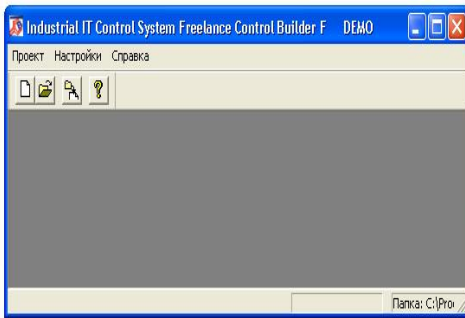
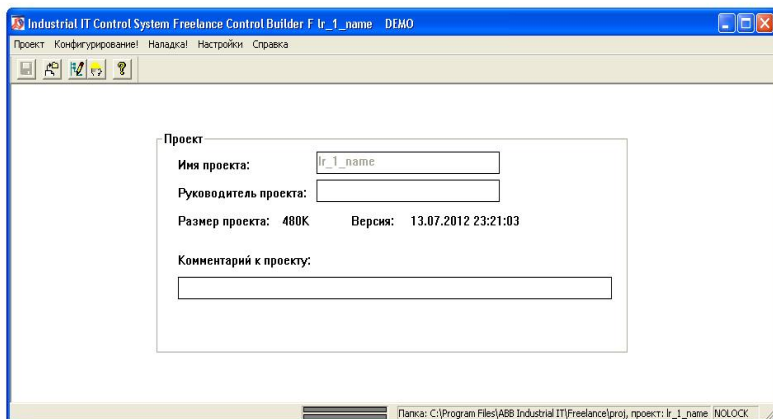
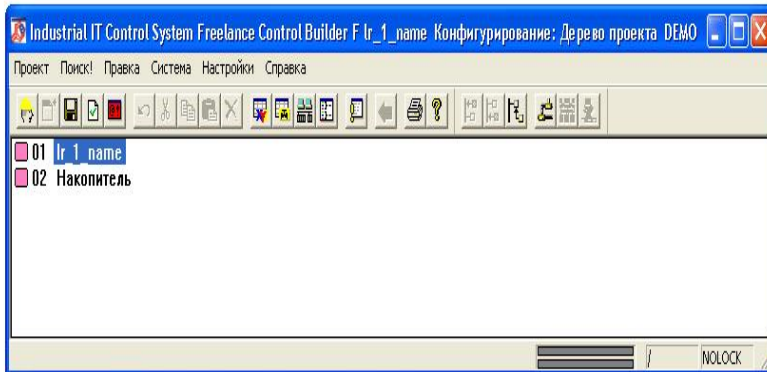

Рис. 1.10 – Стартове вікно програми.
Рис. 1.11 – Бланк нового проекту.
Рис. 1.12 – Вікно конфігурування дерева проекту.
Розроблення ППЗ для системи управління на основі ПТК *FREELANCE 800F* починається з запуску програми з ім'ям *Control Builder F* (далі *CBF*). Для цього використовуйте або ярлик на робочому столі ПК, або натисніть ЛКМ на системну кнопку *Пуск* і послідовно позначте курсором рядки меню *Все програми* → *ABB Industrial IT* → *Freelance V9.2* → *Control Builder F*. Взагалі, виконавчим файлом програмного середовища є файл з ім'ям *CBF.EXE*, який знаходиться в папці зі шляхом доступу до нього «*C:\Program Files\ABB Industrial IT\Freelance\exe\\*.\**», для випадку стандартної інсталяції програми. Якщо використовується демо-версія програми, то в процесі її запуску з'явиться вікно, яке попереджає про це. В цьому вікні кількість днів її активності з можливих 100 діб. Далі відкриється стартове вікно програми, екранна форма якого показана на рис. 1.10. Це вікно складається з декількох зон: інформаційної верхньо-
*файла*: введіть ім'я нового проекту (наприклад, *project\_1*) і натисніть ЛКМ на кнопку *Сохранить*. Далі відкриється вікно конфігурації з екранної формою для заповнення загальних відомостей про файл проекту *Конфигурирование: Заголовок проекта: Тема проекта*. Ви можете заповнити порожні поля форми пізніше, тому ЛКМ натисніть на кнопку *OK*. В результаті відкриється бланк проекту, який показаний на рис. 1.11. На цьому бланку відображена основна інформація о проекті.
Після відкриття проекту або вилучення його з архіву відкриється вікно з бланком обраного проекту (див. рис. 1.11), подібно до випадку створення нового проекту.
З рис. 1.11 видно, що рядок меню і панель інструментів після відкриття проекту відрізняються від попередніх вікна (див. рис. 1.10). Рядок меню доповнився командами *Конфигурирование!* та *Наладка!* для вибору режимів роботи програми, а також відповідні їм кнопки на панелі інструментів. Крім того, розшириться перелік команд в меню *Проект* и
Проектування системи управління для випадку створення нового проекту почніть з конфігурації «дерева» проекту. Для цього в рядку меню ЛКМ виберіть команду *Конфигурирование!* або клікніть ЛКМ по відповідній кнопці на панелі інструментів. У результаті активується режим конфігурування дерева проекту, екранна форма якого показана на рис. 1.12.
Робоча область вікна конфігурування для новоствореного проекту складається з двох вузлів: основного, призначеного для користувача з ім'ям *lr\_1\_name* та вузла накопичувача *Накопитель* (див. рис. 1.12), який є тимчасовим архівом користувача. В режимі конфігурування верхній системний рядок інформує розробника про ім'я проекту та режимі роботи програми. Рядок меню змінюється в порівнянні з рядком в попередньому вікні (див. рис. 1.11). Додатково в системному рядку з'являються команда *Поиск!* та команди меню *Правка* та *Система*. Панель інструментів теж розширюється. При цьому вона розділена на функціональні зони з кнопками, які відповідні деяким командам рядка меню.
Ця ситуація відповідає дереву проекту з вузлами проекту та накопичувача, яке зображено на рис. 1.12. Програмну частину проекту можна конфігурувати пізніше. Тому знову відкрийте вікно конфігурування
Далі після проведення налаштування модулів ПЛК перевірте на правдоподібність конфігурацію апаратних засобів. У разі позитивного результату перевірки поверніться у вікно конфігурації дерева проекту (див. рис. 1.12) за допомогою кліка ЛКМ по кнопці з зеленою стрілкою. В іншому випадку спочатку усуньте помилки, використовуючи вікно зі звітом про проведену перевірку та помилки. При переході до вікна дерева проекту в діалоговому вікні *Указание* збережіть отриману конфігурацію кліком ЛКМ по кнопці *Да*.
Після повернення до вікні конфігурації дерева проекту, яке зображене на рис. 1.12, почніть складати його програмну складову частину. Для цього можна використовувати інструменти вставки елементів дерева проекту з відповідної зони або команди з меню.